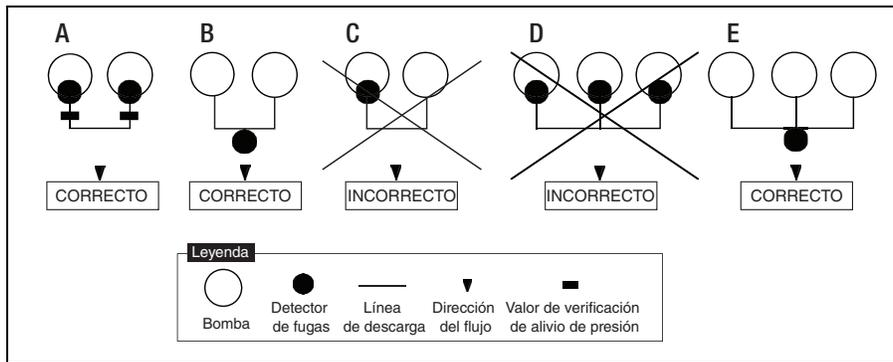

Figura 1. Instalaciones de detectores de fugas
1. Cuando se instala un detector de fugas en cada bomba (diagrama A, Figura 1) las consideraciones principales son:
- a. Considerando que se incluyen dos detectores de fugas, las tasas del flujo a las que se hace referencia en la Posición 2, diagramas A, Figura 1 (posición de detección de fugas) se duplicarían, por ejemplo:
- d. Suponiendo que los detectores de fugas se montaron directamente en las bombas Red Jacket, o en la carcasa 038-072 lo más cerca posible de la descarga de las bombas (consulte Figura 1), el detector de fugas monitorearía la mayor parte de la línea de descarga a medida que el detector de fugas hace su propio monitoreo del flujo descendente de la línea de descarga.
2. Cuando se instala un detector de fugas en la línea de descarga principal en un punto más allá de donde las líneas de descarga de cada una de las dos bombas se conectan (diagrama B Figura 1), las principales consideraciones son:
- b. Si se usa un detector de fugas, como se ilustra en el diagrama B, Figura 1, el detector de fugas funcionaría como se describe en las Figuras 1 y 2, siendo aplicables las tasas de flujo y el tiempo indicados.
- c. Considerando que el detector de fugas monitorea la línea de descarga de flujo descendente por sí mismo, la parte del múltiple y cualquier tubería anterior al detector de fugas no estarían protegidas por el detector de fugas (diagrama B, Figura 1).
Más de dos bombas en la línea de descarga: cuando se aplica el detector de fugas a un sistema que usaría más de dos bombas para suministrar la misma línea de descarga, es importante tener en cuenta que el tamaño de la tasa de la fuga que se puede detectar, usando un detector de fugas en cada bomba, comienza a alcanzar un nivel inaceptable. Por ejemplo, tres bombas que usan un detector de fugas en cada una, como se muestra en el diagrama D, Figura 1 solo detectarán una fuga de aproximadamente 9 gph o más ($3 \times 3 \text{ gph} = 9 \text{ gph}$). Además, en el evento de que produjera una tasa de fuga adecuada para activar el detector de fugas, la tasa de flujo restringido sería de 1-1/2 a 3 gpm por cada detector de fugas y bomba en servicio ($3 \times 3 = 9 \text{ gpm}$). Es posible que una tasa de flujo de este tamaño no se reconozca como una tasa de flujo restringida o anormal. Cada detector de fugas y bomba adicionales que se usan aumentarán la tasa de fuga mínima detectable aproximadamente 3 gph y la tasa de flujo restringido entre 1-1/2 y 3 gpm. Debido a los factores anteriores, no recomendamos este sistema.